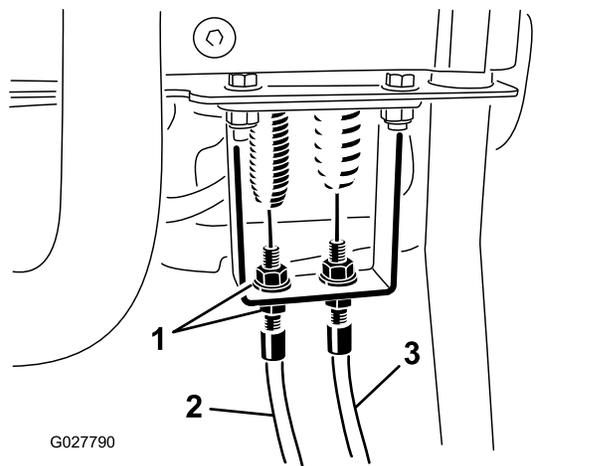

図 50
3. コントロールハンドルのバルクヘッド部で、リールコントロールケーブルをゆるめてケーブルにたるみを持たせる 図 50。